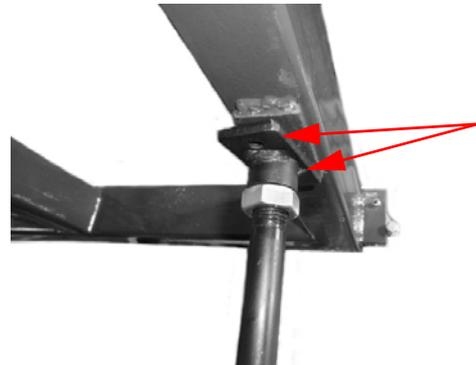
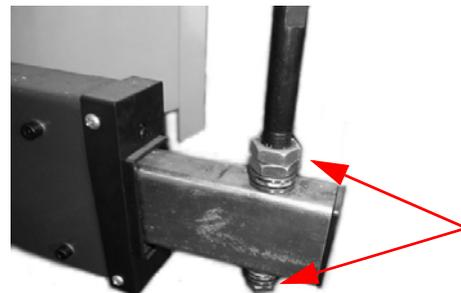

Abb. 13: Verbindungsstange montieren
Abb. 14: Einstellmöglichkeit in der Höhe
Schritt 3: Montieren Sie zuerst die Verbindungsstange im unteren Haltearm (siehe Abb. 13). Verbinden Sie den unteren Haltearm und den oberen Tischausleger mit der Verbindungsstange. Die Verbindungsstange wird oben mit zwei Schrauben am Auslegetisch montiert.
Schritt 3: Mit dem Handrad (b) (Abb. 13) die Höhenposition des Fräsers einstellen. Darauf achten, dass der Fräser nicht mit der Abdeckung oder dem Anschlag in Berührung kommt. Die Position des Fräsers kann an der Skala (Abb. 14) oberhalb des Handrades abgelesen werden.